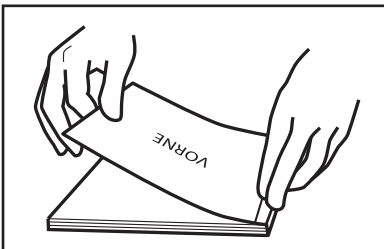

ABBILDUNG 17
8. Legen Sie die Vorderseite des Umschlages vorsichtig über den Buchblock. Fangen Sie in der Mitte an, reiben Sie vor und zurück, um den Umschlag an dem Klebstoff des Dokumentes zu befestigen (siehe Abbildung 17).